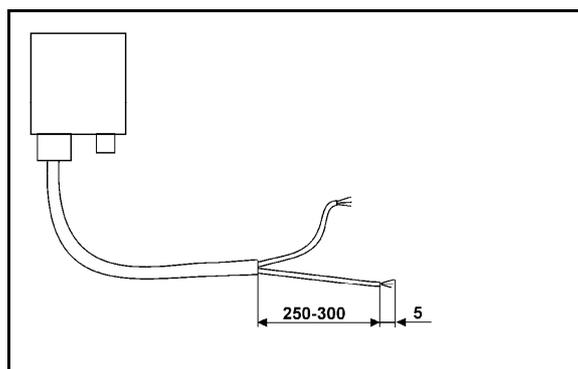

Рис. 3
Например (Рис. 3/6)
- Рисунок 3
3. Снимите оболочку прим. на 250–300 мм (Рис. 3) с конца кабеля.
- Зачистите концы кабеля (Рис. 3) на 5 мм.